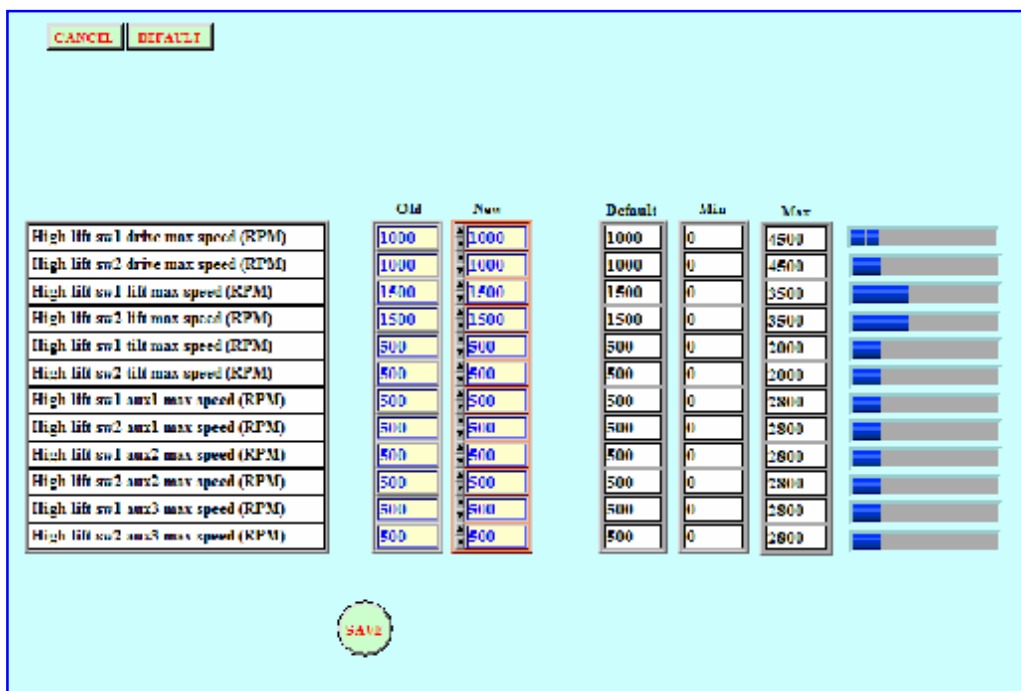

图20：最大速度校准菜单
- “**临界高度开关**”：临界高度的速度限制校准（图20）(\*)